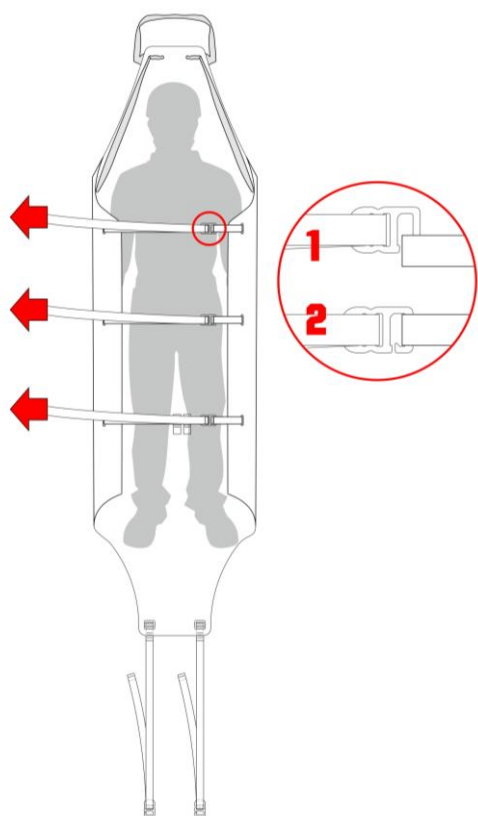

Fig. 13
- trasporto manuale: inserire le maniglie laterali (F) nelle asole A5 del piano di appoggio (fig. 13) - Nota: si consiglia di inserire la coppia di maniglie più corte nelle asole posizionate in prossimità del busto del paziente per mantenere la testa più in alto rispetto ai piedi,